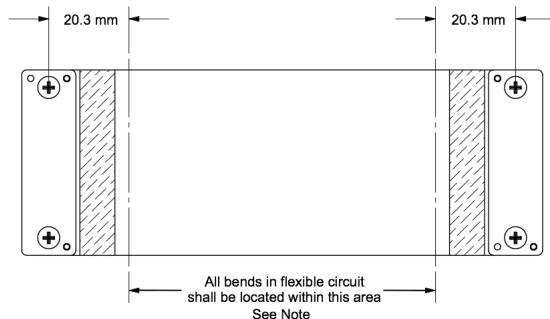

図 1-7. フレックスケーブルの図
- ケーブルを、図 1-7 に記載されている部分の外側 (コネクタプレートの中央から 20.3mm 以内の部分) で曲げる。